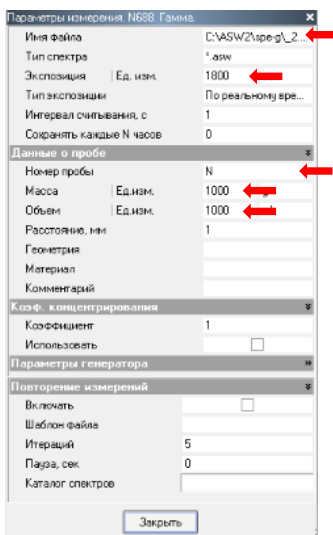

Рисунок 7. Окно «Параметры измерения».
- В выпавшем окне «Параметры измерения» указать имя файла и место его создания, экспозицию (1800 с.), номер пробы, массу и объем (рисунок 7). Нажать кнопку «Закрыть».